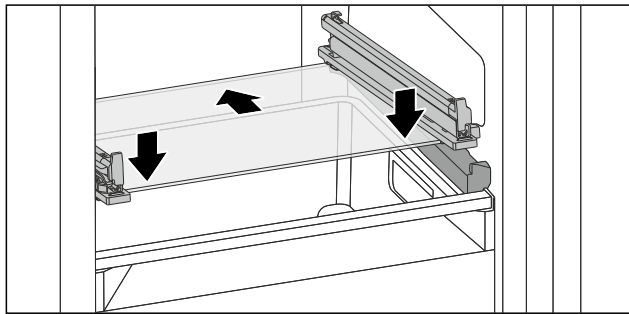

Fig. 141 Glasplatte des abklippbaren Schubfachs
- Glasplatte schräg hinter den Stoppern aufsetzen. (siehe Fig. 141)